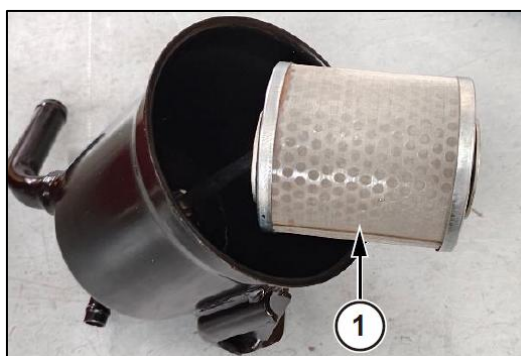

Fig. 313 - VERWIJDER HET ZEEFELEMENT
8. Verwijder het zeefelement (1) uit het huis Fig. 313.